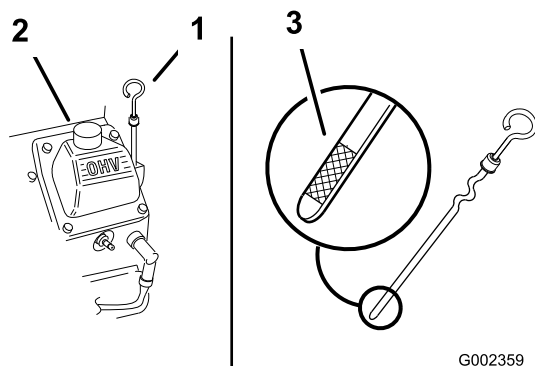

図 47
4. 給油口からゴミが入ってエンジンを傷つけないように、ディップスティック（図 47）の周囲をウェスできれいに拭く。
5. ディップスティック（図 47）を回して抜き取り、付いているオイルをウェスで拭きとる。
6. ディップスティックを根元まで確実に差し込む（図 47）。
7. 補給管（図 47）から、必要量の 80% 程度のオイルをゆっくり入れる。